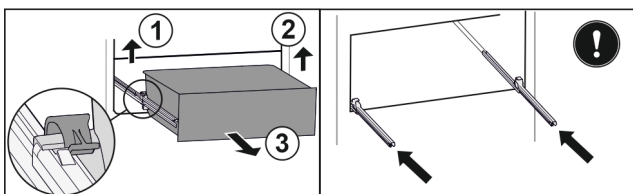

Fig. 82
- ▶ Linke Klemme anheben und gleichzeitig Schubfach links nach vorne ziehen. *Fig. 82 (1)*
- ▶ Rechte Klemme anheben und gleichzeitig Schubfach rechts nach vorne ziehen. *Fig. 82 (2)*
- ▶ Schubfach nach vorne entnehmen. *Fig. 82 (3)*